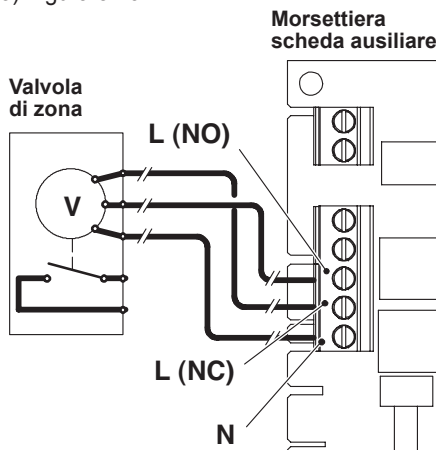

Figura 5.29
Per il collegamento della valvola di zona servirsi dei morsetti della scheda ausiliare **N** (neutro comune), **L (NO)** linea 230V ~ (valvola apre impianto riscaldamento), **L (NC)** linea 230V ~ (valvola chiude impianto riscaldamento) Figura 5.29.